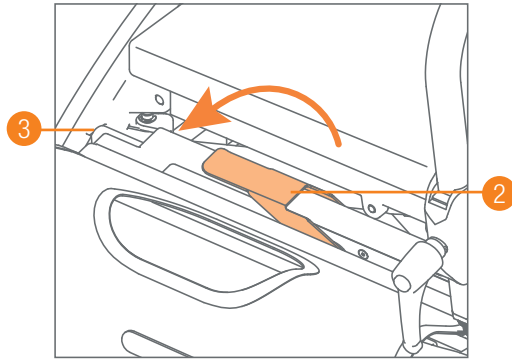

Abbildung 32: Das Rollstuhlpaket verriegeln.
- d. Bewegen Sie den roten Hebel, ohne besonderen Kraftaufwand, nach unten, um das Rollstuhlpaket zu verriegeln. Dadurch verlängern sich die Verriegelungsstifte so, dass das Paket ordnungsgemäß gesichert ist (**Abbildung 32**). Sie können jetzt einfach mit dem Rollz Motion Rollator gehen.